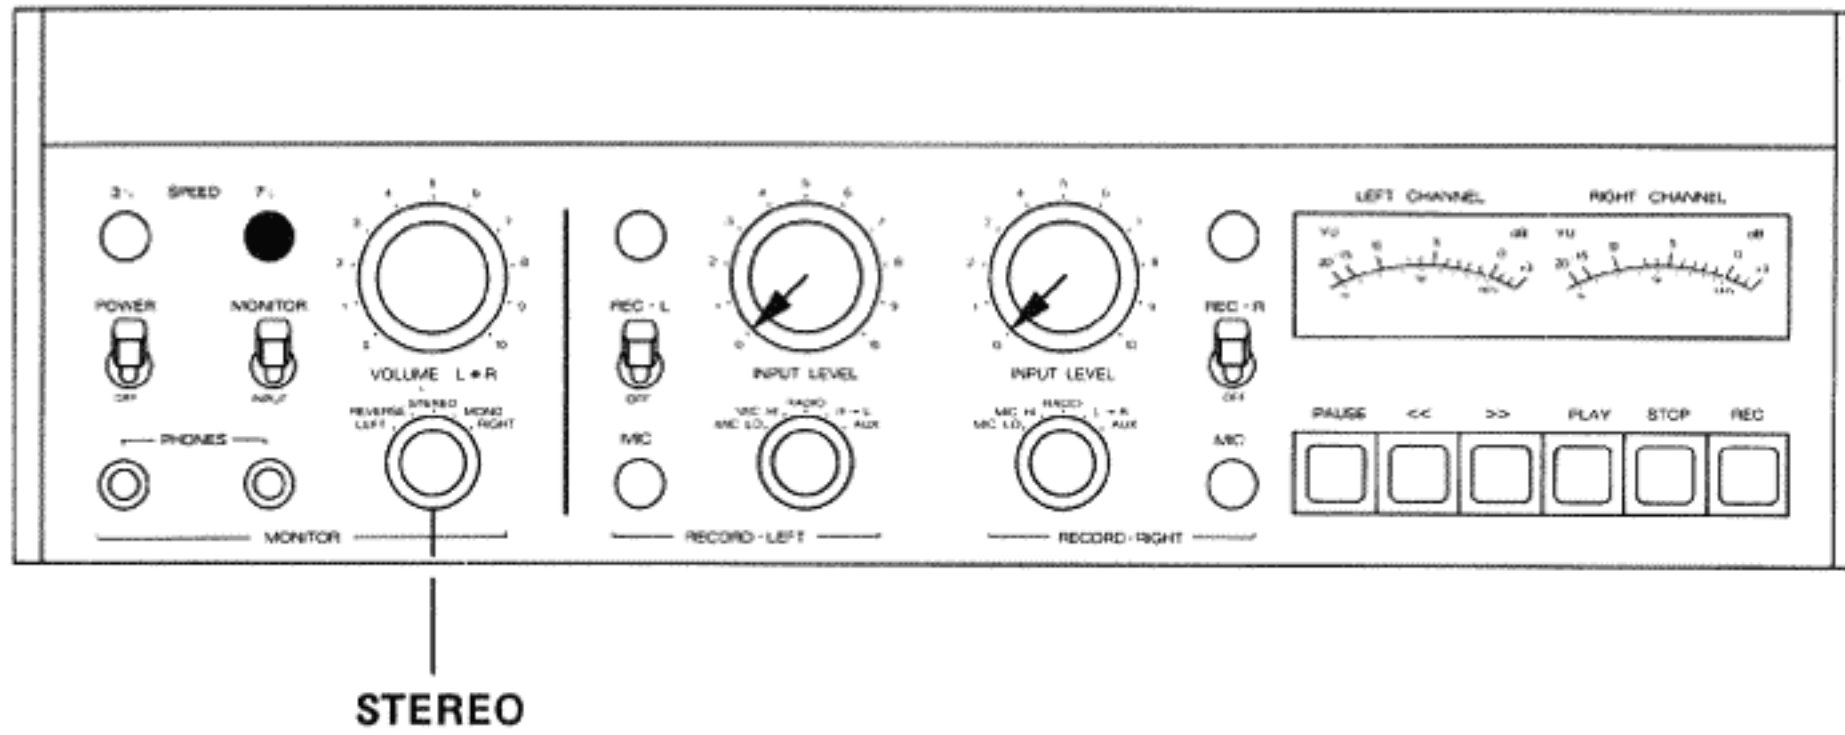

Fig. 6.4.-8
- Bedienungselemente nach Fig. 6.4.-8 einstellen.
- Set operating controls as per fig. 6.4.-8.